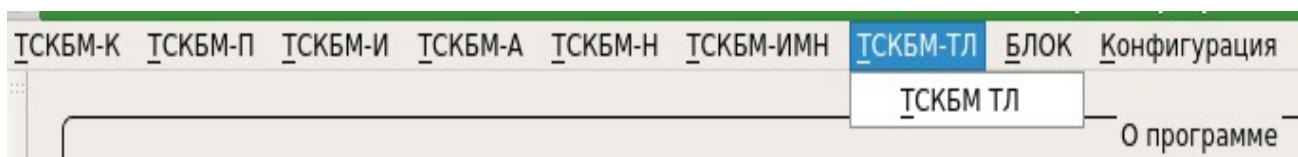
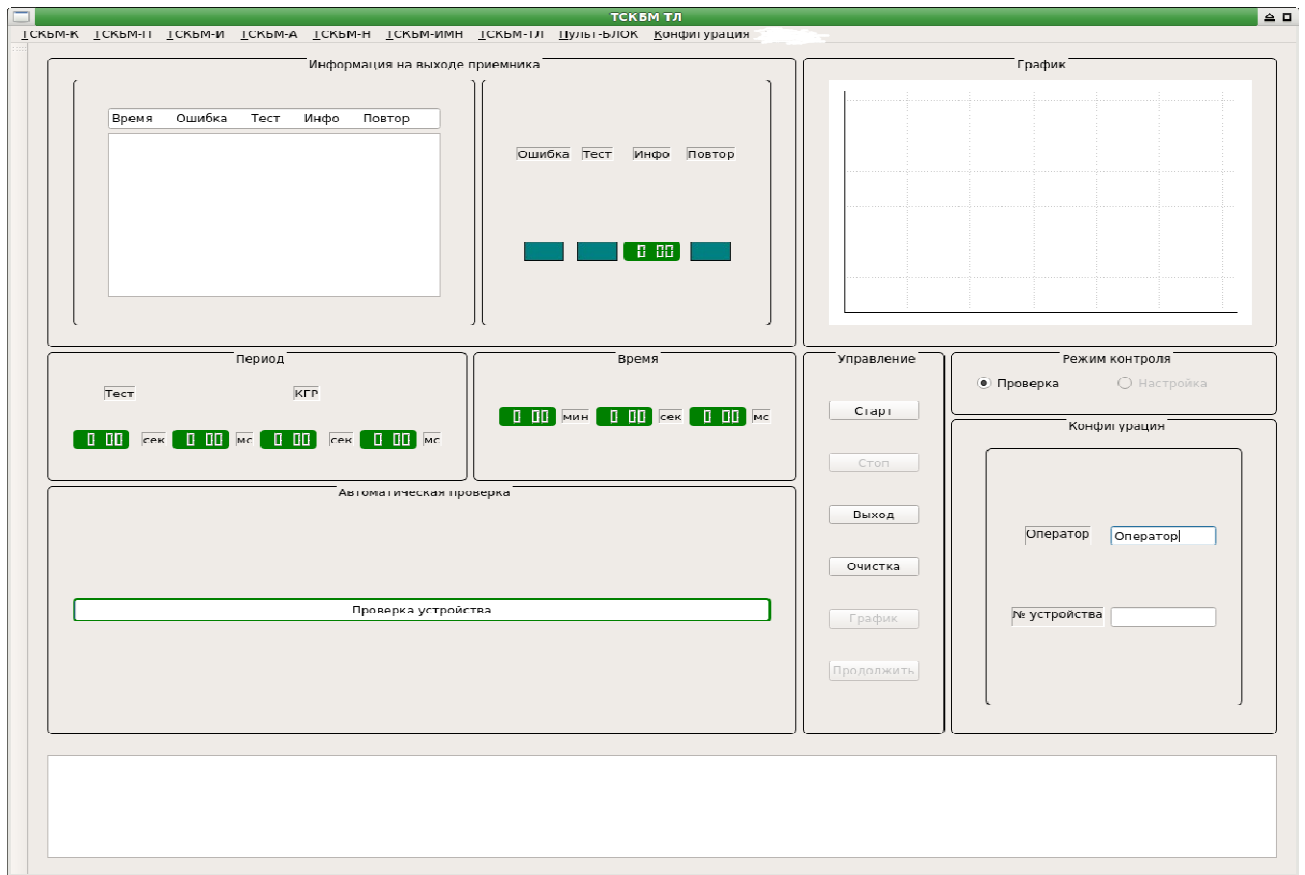
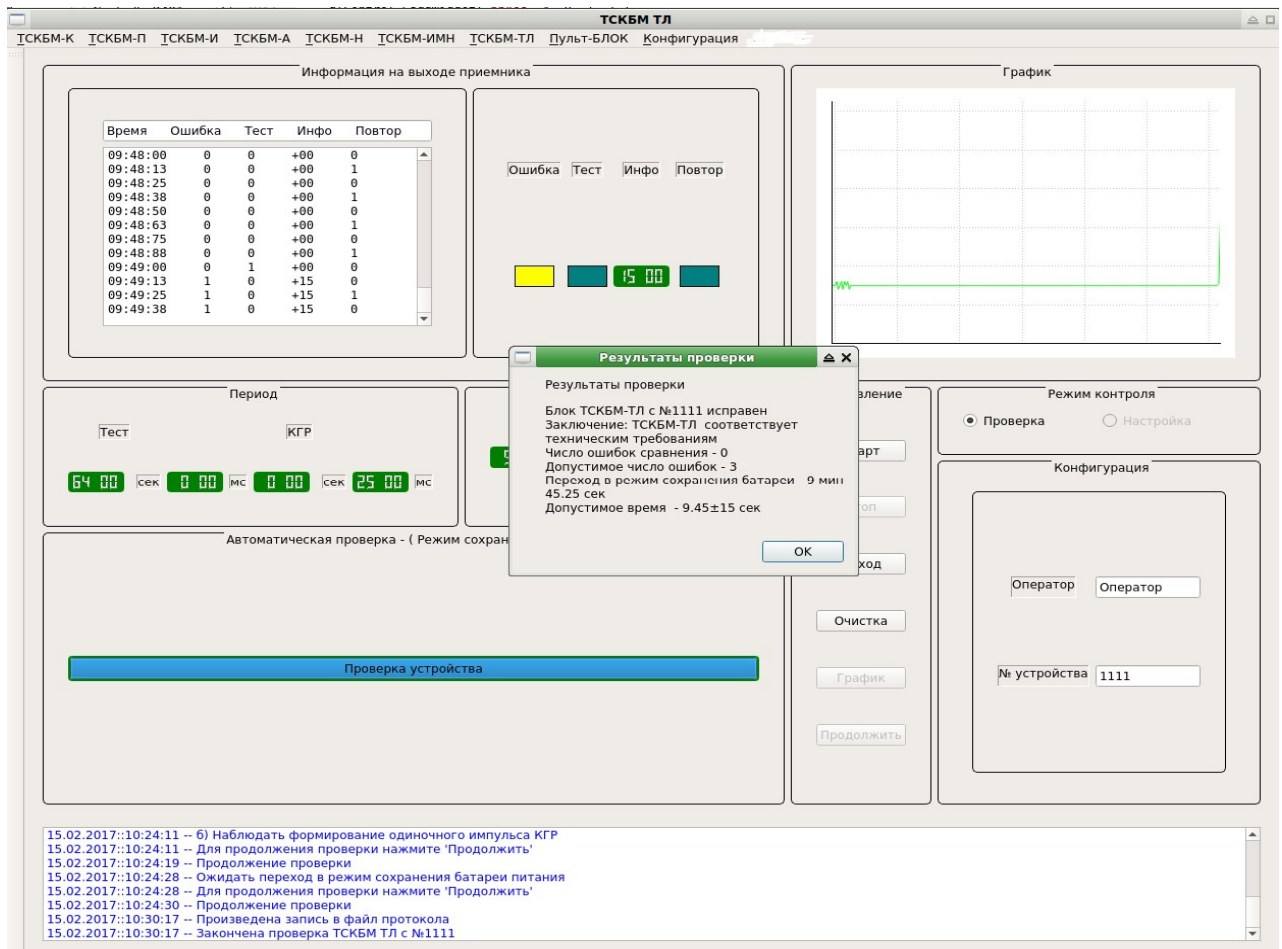

Рисунок 6.1 – Выбор ТЛ-ТСКБМ в меню испытаний программы Board
Рисунок 6.2 – Окно проверки прибора ТЛ-ТСКБМ перед началом проверки
Рисунок 6.4 – Сообщение о результате проверки функционирования прибора ТЛ-ТСКБМ
2) Запустите программу Board.exe. В меню Испытания программы Board откройте пункт ТСКБМ-ТЛ \ ТСКБМ-ТЛ см. рисунок 6.1. На экране должно появиться окно проверки прибора ТЛ-ТСКБМ, см. рисунок 6.2 и загорится индикатор «ТЛ» на блоке ТИ-ТСКБМ. Введите заводской номер проверяемого прибора ТЛ-ТСКБМ. Введение заводского номера обязательно. После введения заводского номера должна активизироваться кнопка Старт на панели Управление окна проверки ТЛ-ТСКБМ.
1) В меню Испытания программы Board откройте пункт ТЛ-ТСКБМ \ ТЛ-ТСКБМ см. рисунок 6.1.
2) На экране должно появиться окно проверки прибора ТЛ-ТСКБМ, см. рисунок 6.2 и загорится индикатор «ТЛ» на блоке ТИ-ТСКБМ.
6) Проверка должна закончиться автоматически через время (8 – 10) минут, прошедших после включения питания прибора ТЛ-ТСКБМ. Критерием исправного состояния прибора ТЛ-ТСКБМ будет сообщение, появляющееся в конце проверки «Прибор ТЛ-ТСКБМ исправен», см. рисунок 6.4. Нажмите кнопку ОК на сообщении Результат проверки. Должны вернуться в начальное окно проверки ТЛ-ТСКБМ, см. рисунок 6.2.